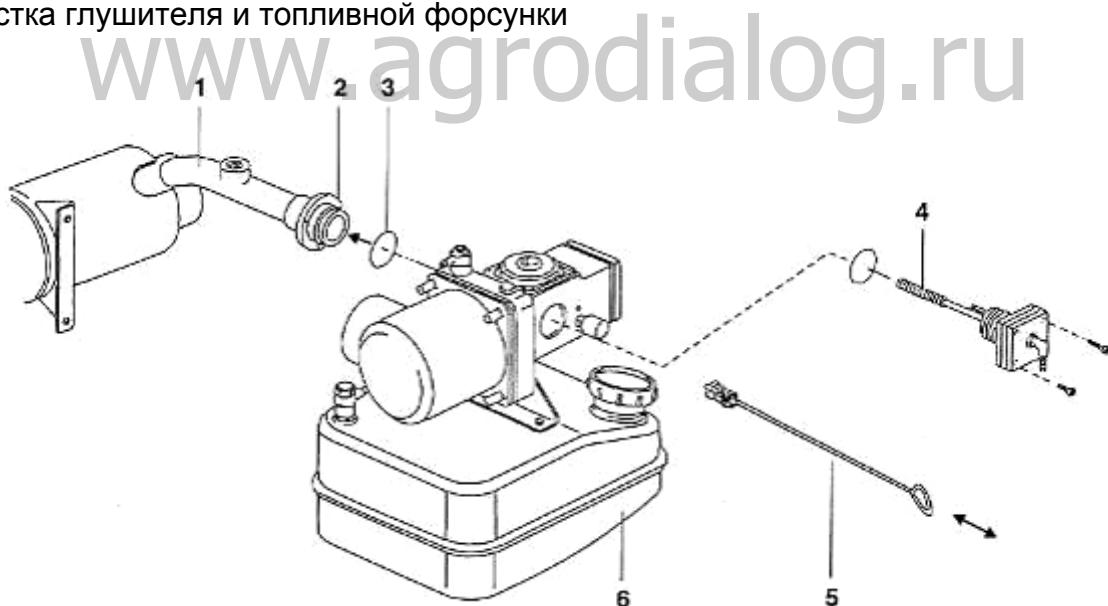

Рис. 11
-очистите глушитель проволочной щеткой (рис 11-6) по стрелке на рис. 11.